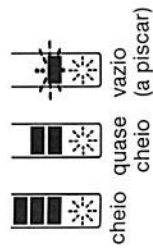

Fig. 07 Patilha de ajuste
- Após vários ciclos e se a secagem estiver incompleta ou se existirem manchas, recomendamos que aumente a definição rodando o botão (fig 07) para posição 3.